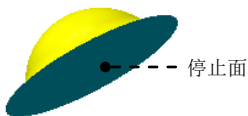

图 12.3.9 成形工具 2
Step6. 创建图 12.3.9 所示的零件特征——成形工具 2。
(1) 选择命令。选择下拉菜单 **插入(I)** → **钣金(B)** →  **成形工具** 命令。
(2) 定义成形工具属性。激活“成形工具”对话框的 **停止面** 区域，选取图 12.3.9 所示的模型表面作为成形工具的停止面。
(3) 单击  按钮，完成成形工具 2 的创建。